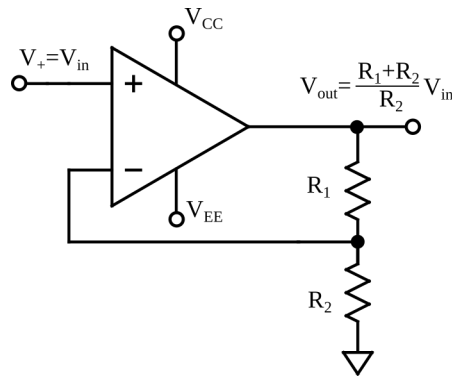

Figura 2: Amplificador no inversor
Amplificador no inversor: usar las reglas del Op Amp ideal para obtener que en el circuito de la figura 2,  $V_{out}=V_{in}(1 + R_1/R_2)$ .
Armar sobre el *protoboard* un amplificador no inversor como el de la figura 2, de ganancia aproximadamente 10 (elegir las resistencias adecuadas, con tolerancias del 5%\*). Usar un opamp de la serie TL08XX o un LM741. Alimentar al amplificador con voltajes  $V_{CC}$  y  $V_{EE}$ . Inicialmente estudiar el comportamiento del circuito usando un voltaje constante (DC), y determinar así su ganancia de baja frecuencia. Posteriormente usar el generador de funciones para medir la ganancia comparando los valores de pico de las señales de entrada y salida. Ver qué ocurre con la salida si se aumenta la amplitud de la señal de entrada.